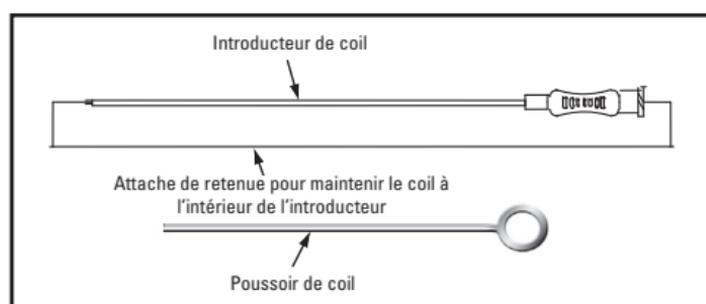

Figure 1. Introducteur de coil, attache de retenue et poussoir de coil
Le coil est fourni avec un introducteur doté d'une attache de retenue permettant de fixer les deux extrémités de l'introducteur au cours de l'expédition et du stockage. Le poussoir de coil est utilisé pour retirer le coil de l'introducteur et l'insérer dans le microcathéter (voir Figure 1).
2. Retirer l'attache de retenue de l'introducteur de coil (voir Figure 1) et la mettre au rebut. Fixer une seringue dotée d'un raccord luer lock et remplie avec 3 ml de solution saline à l'embase de l'introducteur. Perfuser délicatement l'introducteur avec la solution saline afin de réduire la friction et de faciliter l'introduction du coil.